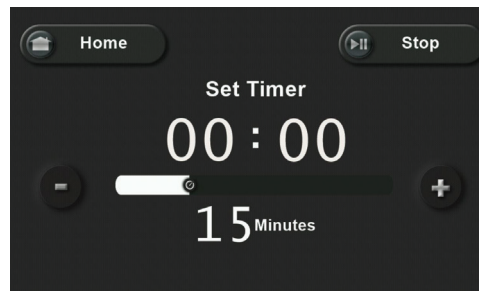

Рис. 1
3. За допомогою повзунка відрегулюйте таймер. Максимальний час - 30 хвилин. (Рис. 1)